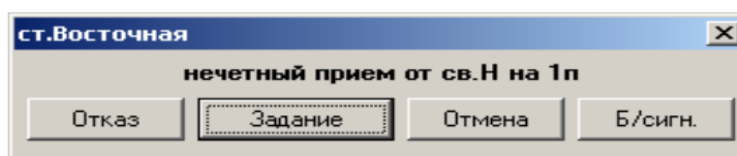

Рис. 6. Диалоговое окно задания/отмены маршрута
1. Наведите курсор «мыши» на повторитель попутного светофора и нажмите левую клавишу. Затем наведите курсор «мыши» на повторитель встречного светофора и нажмите левую клавишу. В появившемся диалоговом окне выберите команду «Задание» (рис. 6)
1. Продублировать задание маршрута по способу №1 и в появившемся диалоговом окне выбрать команду «Отмена» (рис. 6).
Команда «Б/сигн.» (рис. 6) позволяет в режиме АРМ ДНЦ задать маршрут без открытия соответствующего сигнала (СП установятся в положение задаваемого маршрута).